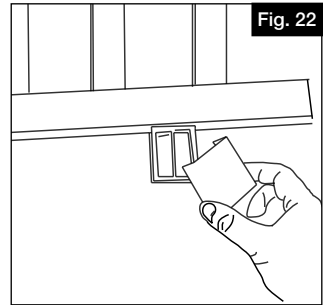

Fig. 22
- a. Fije el pie de soporte en la superficie de la plataforma con el tornillo para el pie de soporte y encaje la cubierta en su lugar (solo 10') (Fig. 22).